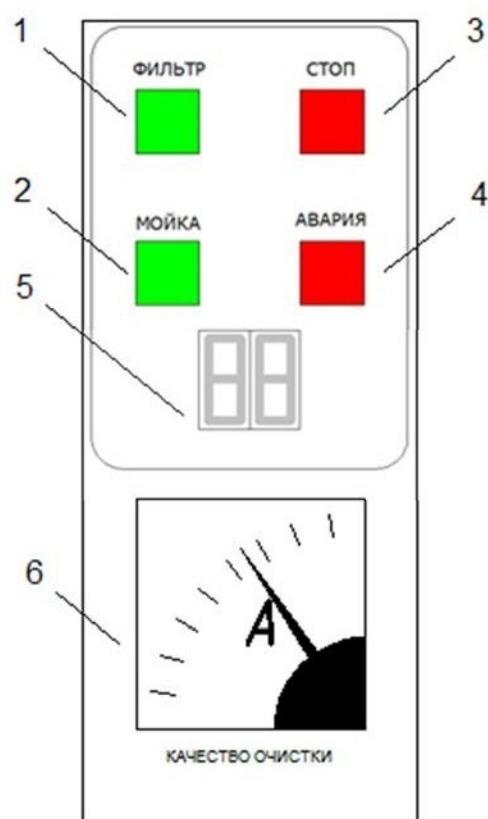

Рис. 4. Панель управления "Ятаган "Complex"
- Нажать на панели управления кнопку «ФИЛЬТР» (Рис. 4, поз. 1)
- Нажать на панели управления кнопку «СТОП» (Рис. 4, поз. 3)
- Нажать на панели управления кнопку «МОЙКА» (Рис. 4, поз. 2) - на цифровом индикаторе (Рис. 4, поз. 5) высветится код «1»
- Мойка идёт в автоматическом режиме, на цифровом индикаторе (Рис. 4, поз. 5) последовательно высвечиваются коды «1-8»
- Сушка начинается автоматически при включении вентилятора вентиляционной системы, на цифровом индикаторе (Рис. 4, поз. 5) последовательно высвечиваются коды «9-11»